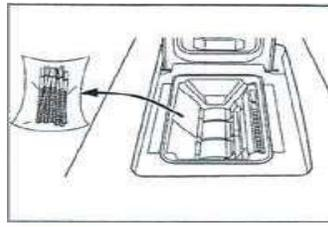

Figura 8-17
- 2) Retire las tiras de prueba del alimentador de tiras de prueba (Figura 8-17).